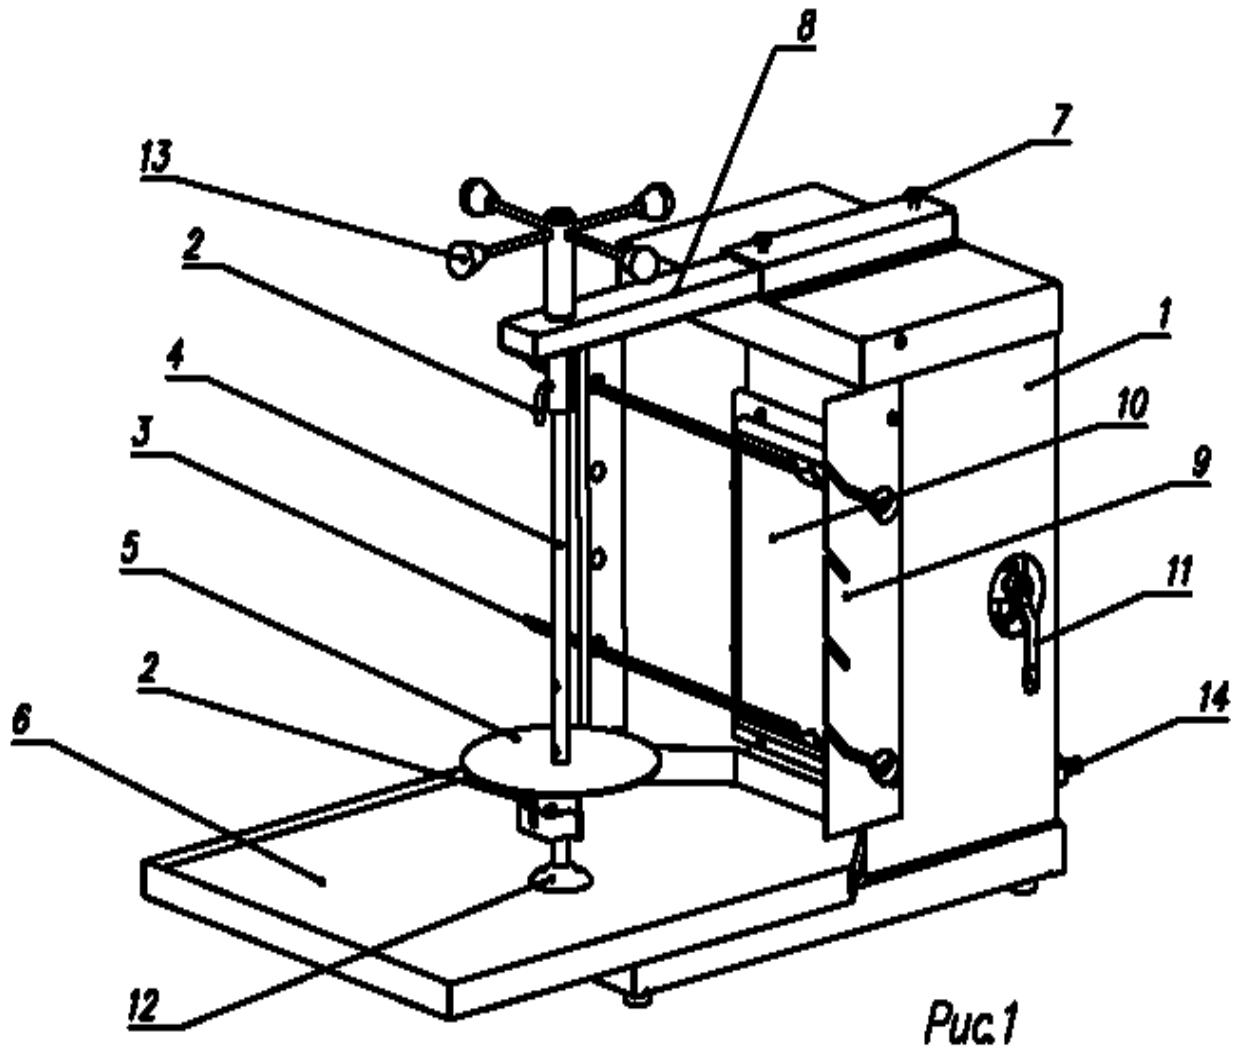

Рис.1
5.1. Основные части изделия указаны на рис.1 и перечислены в таблице 1.
- 8.1. Готовое для жарки мясное филе нанизывают на шампур (4) см. рис.1, на котором предварительно установлена упорная шайба (5), закрепленная фиксатором(2). Нанизывать мясные пластины необходимо таким образом, чтобы получить по возможности цилиндрическую форму.